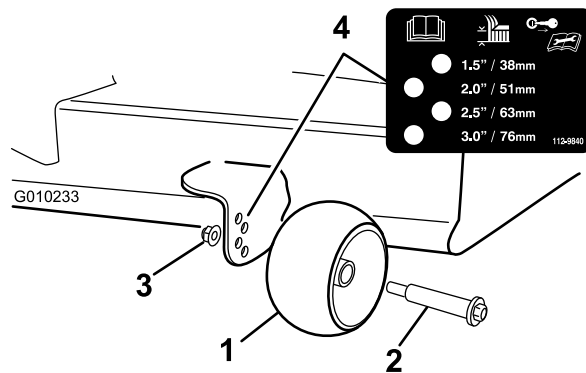

Рисунок 29
- Установите защитные валики (Рисунок 29) в отверстия, соответствующие ближайшему положению высоты скашивания.